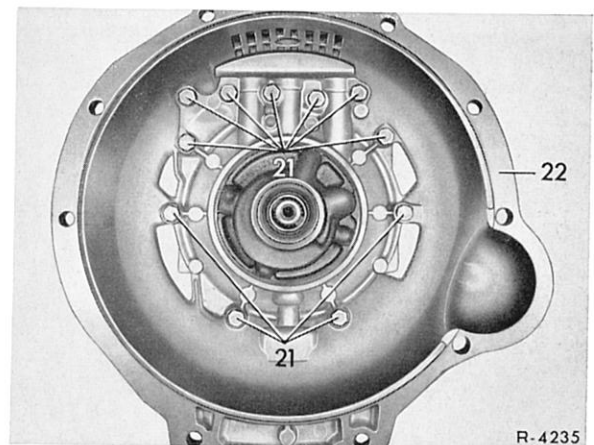

Bild 27-1/10
schwenken, daß das vordere Getriebegehäuse nach oben zeigt. Befestigungsschrauben (21) für das vordere Getriebegehäuse (22) heraus-schrauben (Bild 27-1/10).